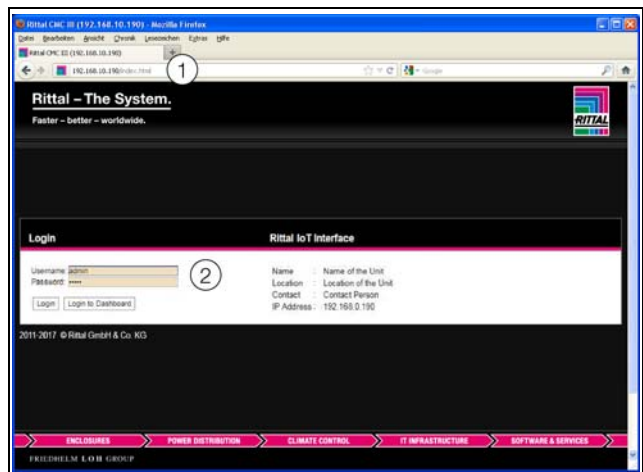

Рис. 9: Страница авторизации при HTTP-подключении
- Задайте в браузере сетевой адрес IoT-интерфейса (рис. 9, поз. 1). Откроется страница авторизации устройства.
- Введите имя пользователя **admin** и пароль **admin** (рис. 9, поз. 2).